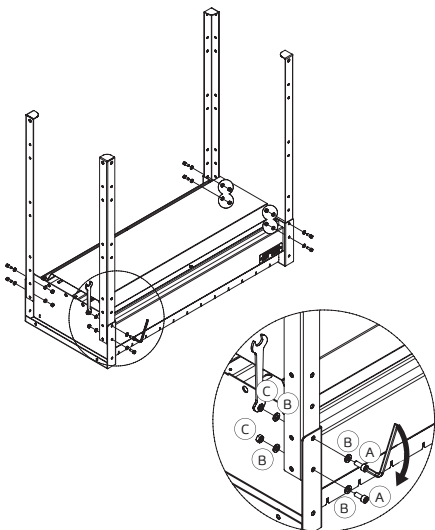
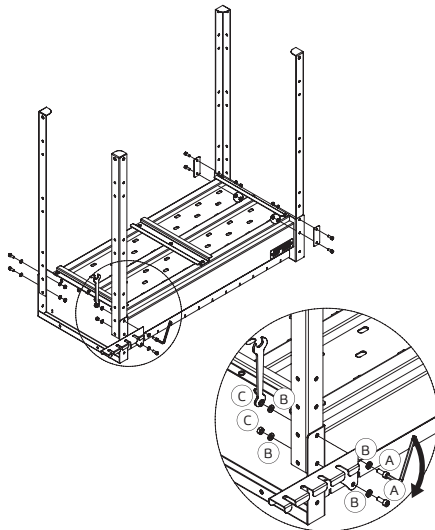
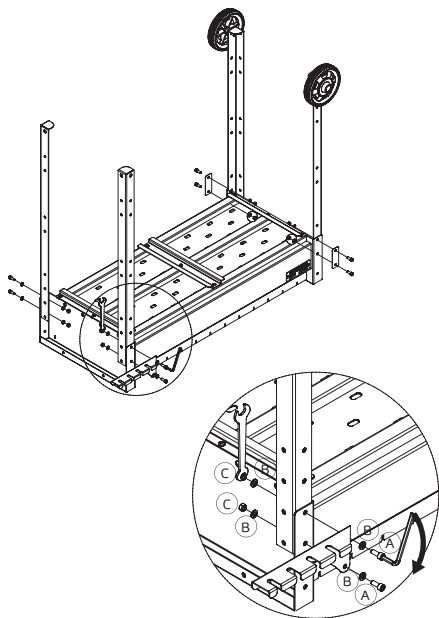

Рис. 8.
Рис. 9.
Рис. 10.
Взять жаровню (поз. 1) и уложить ее на гофрокартон от упаковки для предупреждения повреждения жаропрочного покрытия, повернуть как показано на рис. 8 (для комплектации «Стандарт») рис. 9 (для комплектации «Оптима») рис. 10 (для комплектации «Премиум»): рис. 11 (для комплектации «Люкс»).
- Установить ножки (поз. 2) к углам жаровни (поз. 1) по очереди и закрепить винт (А) — 8 шт., шайба (В) — 16 шт., гайка (С) — 8 шт. с помощью ключей: ключом (К) стороной S10 держать гайку, вращать ключом (L), как показано на рис. 8.
- Установить ножки (поз. 2) к углам жаровни, держатель инструментов (поз. 12) и прокладки (поз. 9) по очереди, далее соединить винт (А), шайбу (В), гайку (С) с помощью ключей: ключом (К) стороной S10 держать гайку, вращать ключом (L), как показано на рис. 9, 10, 11.